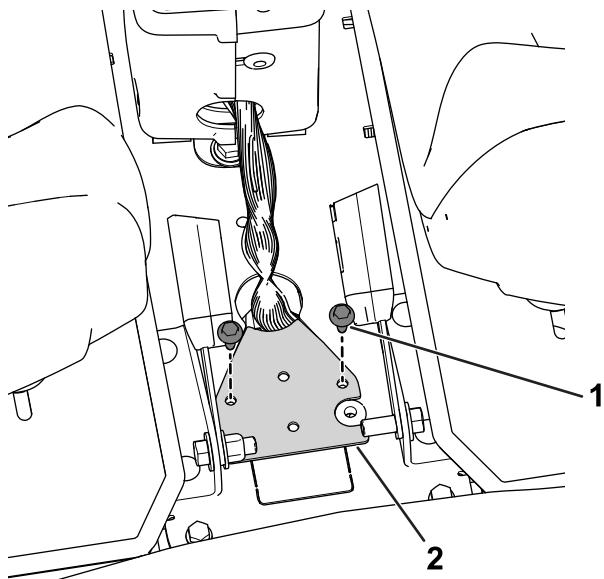

図 29
1. ハーネスベースのボルトをゆるめて外し、コンソールからハーネスベースを取り外す図 29。